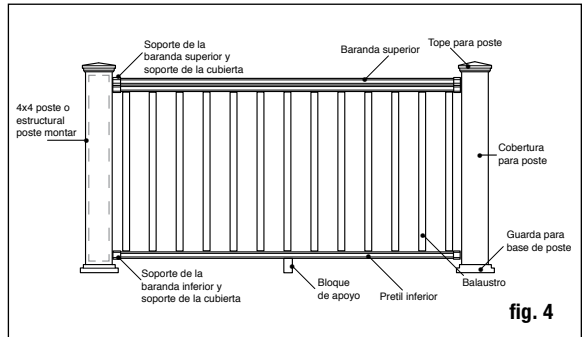

fig. 4
**Paso 5** Recorte las coberturas de postes de 10.2 x 10.2 cm (4x4 pulg.) a la longitud adecuada. Las coberturas para poste deben ser al menos 3.8 cm (1-1/2 pulg.) más largas que la altura del barandal (fig. 4). Ejemplo: Para un barandal de 91.4 cm (36 pulg.) de altura, recorte la cobertura del poste a un mínimo de 96.5 cm (38-1/2 pulg.), puede dejarse más larga si se desea. Deslice una funda de poste recortada sobre cada poste de barandilla de 10.2 x 10.2 cm (4x4 pulg.) o montaje de poste. La cobertura para poste debe deslizarse fácilmente sobre el poste. NO FUERCE la cobertura de poste sobre el poste. Los postes de 10.2 x 10.2 cm (4x4 pulg.) torcidos o doblados deben ser reemplazados. Deslice una cenefa para base de poste (opcional) sobre cada cobertura de poste para un aspecto más acabado. *Nota: Se recomienda instalar la cenefa para base de poste antes de instalar el barandal inferior. Sin embargo, el diseño de dos piezas permite que el instalador añada la cenefa para la base del poste después de instalar el barandal. Para instalarla, aplique una línea delgada de pegamento transparente para construcción en exteriores a la parte interior de la cenefa para poste, en donde entrará en contacto con la cubierta del poste, y colóquela en su sitio alrededor de la base de la cobertura del poste.*